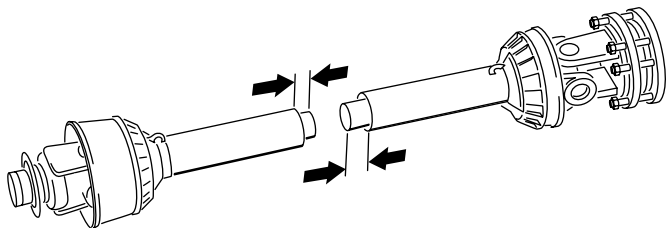

Bild 17
11. Trennen Sie die zwei Hälften der Zapfwelle (**Bild 17**).
12. Messen Sie den Abstand zwischen dem Ende jedes Rohrs und dem Sicherheitsschutzblech (**Bild 17**). Notieren Sie diese Werte.